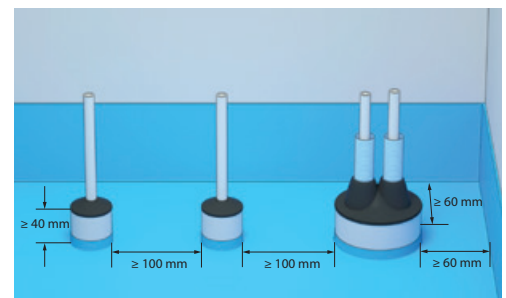

Fig. 7.
- ▶ Rör genomföring i golv i tvättstuga, apparatrum eller i annat utrymme med vattenvärmare, värmepump eller liknande kan utföras med genomföringshylsa. I småhus som inte har tvättstuga eller annat apparatrum kan rör genomföring till vattenvärmare, värmepump eller liknande göras med en genomföringshylsa i bad- eller duschrumsgolv, dock inte i plats för bad eller dusch. En genomföringshylsa ska ha en slät yta och vara anpassad till golvets tätskikt. Tätning ska ske mellan medierör eller skyddsror och genomföringshylsa enligt rörleverantörens monteringsanvisning. Se fig. 7.